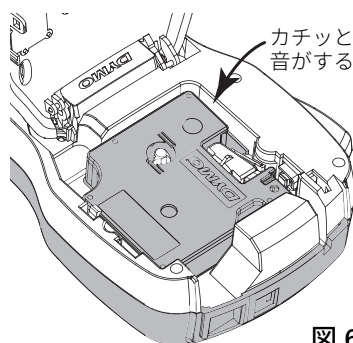

図 6
- 3 カチッと音がするまでカセットをしっかり押し込みます。図 6 を参照してください。